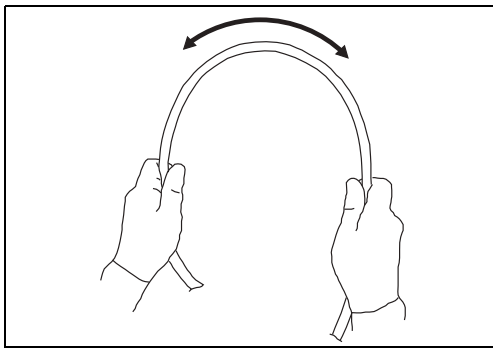

Figura 2.4
- i) Folosind ambele mâini, îndoiți tubul de inserție sub forma unui arc, după cum este ilustrat în Figura 2.4. Prin glisarea tubului de inserție în direcția săgeții din Figura din stânga, asigurați-vă că întreaga porțiune de inserție poate fi îndoită uniform și ușor, sub forma unui arc.